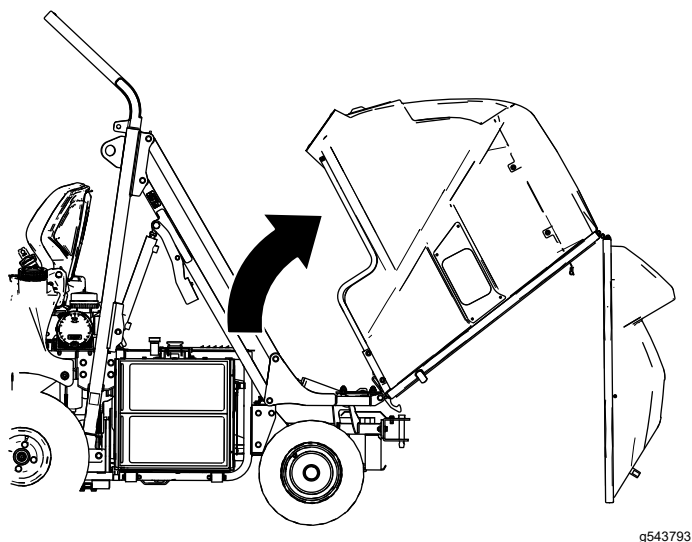

Bild 51
2. Drehen Sie die Fangbox mit der Hand nach oben und rückwärts (Bild 51).